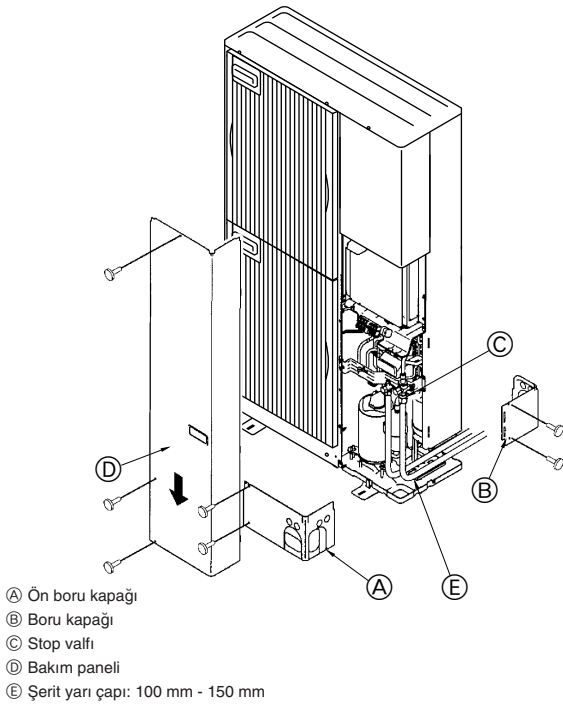

Fig. 5-6
5.6. Soğutucu boruları (Fig. 5-6)